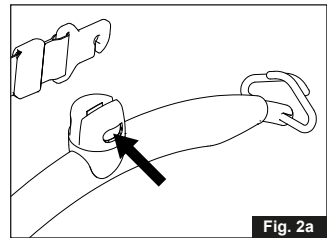

Fig. 2a
1. Tenere premuto il pulsante giallo ed inserire l'attacco della cinghia nella fessura sulla parte superiore della barra di sollevamento con il lato aperto rivolto verso il basso (fig. 2a - 2b).